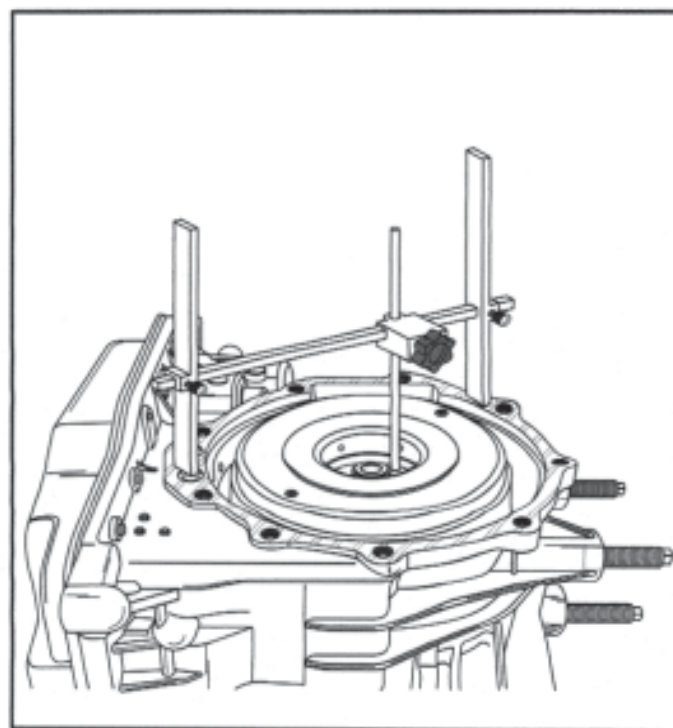

Figura 173
43. Instale o calibrador "H" na transmissão, conforme ilustrado na Figura 173, ajuste a haste central de apoiando-o na superfície do rolamento do alojamento da embreagem da direta e aperte o parafuso travador.